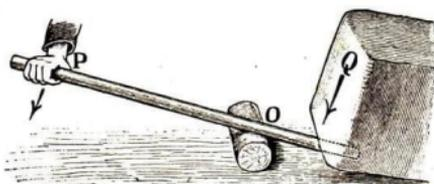
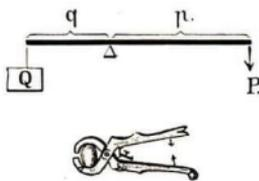

Abb. 78. Die Brechstange
Abb. 79. Zweiseitige Hebel
1. Der Hebel dient zum Heben einer Last um einen geringen Betrag. Er ist meist eine unbiegsame **Stange**, die um einen **Stützpunkt** drehbar ist (Abb. 78).
Am Hebel wirken im einfachsten Falle zwei **Kräfte**: Kraft und Last, (Erkläre dies an Abb. 78!)
Schülerübung: Miß in Abb. 78 u. 79 die beiden Hebelarme!
2. Die drei Arten der Hebel. a) Der gewöhnlichste Hebel ist der zweiseitige. Bei diesem liegt der Drehpunkt zwischen Kraft und Last. (Vgl. Abb. 78 und Abb. 79.)
Daher sagte schon **Archimedes** (222 v. Chr.), der Entdecker des Hebelgesetzes: „Gebt mir einen festen Punkt und eine genügend lange Hebelstange, so hebe ich die Erde aus ihren Angeln!“ — Ein kleiner Knabe kann auf der Balkenschaukel auch einem großen Knaben das Gleichgewicht halten. Miß in Abb. 81 das Verhältnis der Hebelarme $OA : OB$ und gib dein Urteil über das Gewicht der Knaben ab! — Mache es ebenso in Abb. 78 und 79!